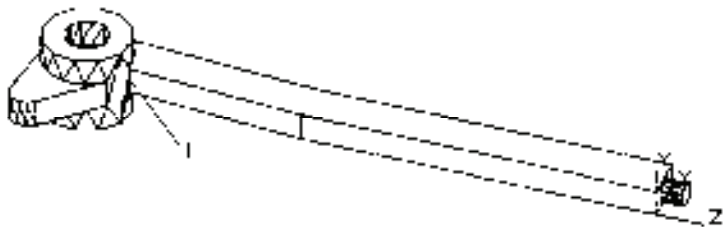

图 10-107 创建圆柱体
③ 单击“建模”工具栏中的“圆柱体”按钮，以坐标点 (5,3,0) 为原点，绘制半径为“2.5”，高度为“5”的圆柱体，如图 10-107 所示。
④ 单击“实体编辑”工具栏中的“并集”按钮，将视图中所有实体合并为一体。
① 单击“修改”工具栏中的“圆角”按钮，选取图 10-107 所示的交线 1，圆角半径为“5”创建圆角。命令行提示与操作如下。
选择第一个对象或 [放弃(U)/多段线(P)/半径(R)/修剪(T)/多个(M)]: (选择图 10-107 所示的交线 1)
选择边或 [链(C)/环(L)/半径(R)]: (选择图 10-107 所示的交线 1)